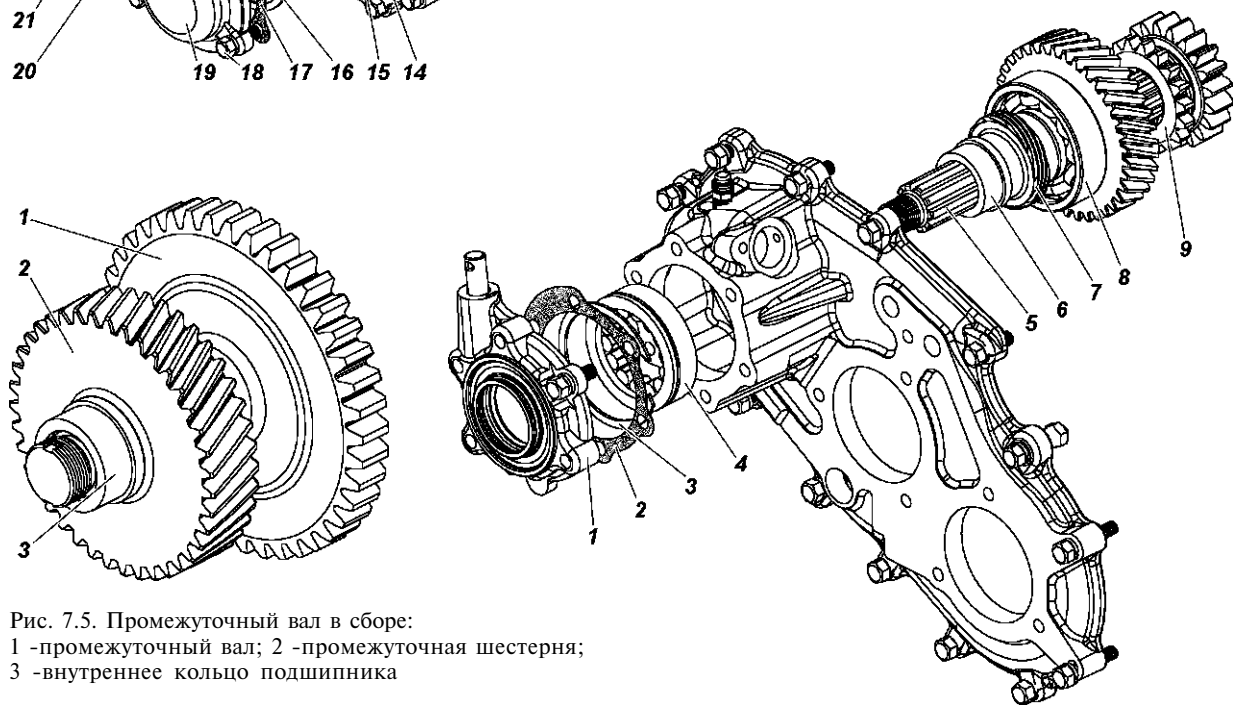

Рис. 7.5. Промежуточный вал в сборе:
Съемником выпрессуйте промежуточную шестерню 2 (рис. 7.5) совместно с внутренним кольцом 3 подшипника.
1. Напрессуйте промежуточную шестерню 2 (см. рис. 7.5) на промежуточный вал 1.